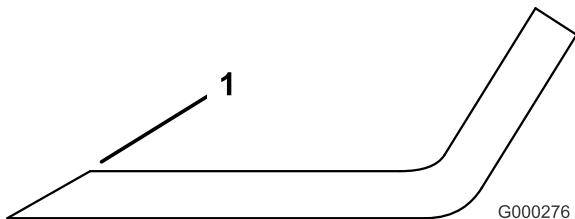

Figure 82
1. Au moyen d'une lime, aiguissez les tranchants aux deux extrémités de la lame (Figure 82) en veillant à conserver l'angle de coupe d'origine. Limez la même quantité de métal sur chacun des deux tranchants pour ne pas déséquilibrer la lame.